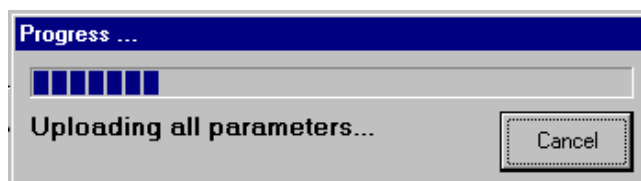

Fig. 13.11
10. Un indicateur de progression apparaît et reste affiché jusqu'à ce que la sauvegarde soit terminée. Voir Fig. 13.11.
REMARQUE: On peut arrêter la sauvegarde en appuyant sur Cancel dans l'indicateur de progression Fig. 13.11).